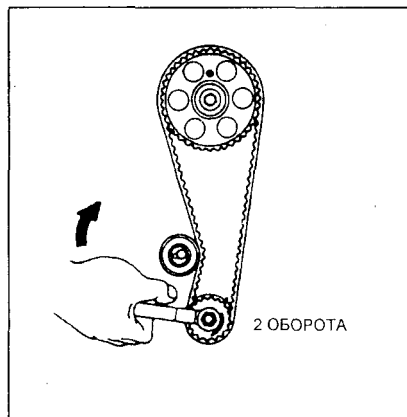

Рис. 3-63.
22. Временно установите болт шкива коленвала и проверните коленвал по часовой стрелке на два полных оборота от ВМТ до ВМТ (рис. 3-63). Убедитесь, что все распределительные метки снова точно выровнены.